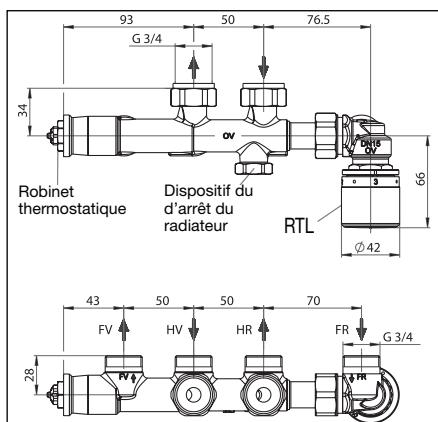
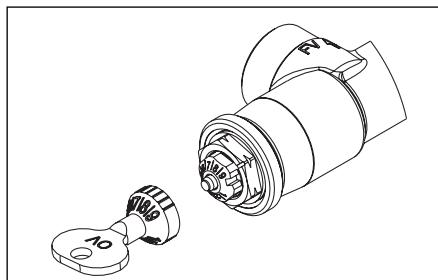

Fig. 3 Dimensions du raccord
Fig. 10 Préréglage robinet thermostatique
Monter le radiateur en respectant les dimensions de montage (fig. 3) et en tenant compte de la finition ultérieure du mur (par ex. carrelage). Couper la tuyauterie du circuit de chauffage à la longueur souhaitée. Visser le «Multiblock T-RTL» au radiateur en évitant toute contrainte mécanique (couple de 20-30 Nm) et les raccorder à la tuyauterie du circuit de chauffage à l'aide de raccords à serrage.
L'installation doit être remplie et purgée avant la mise en service. Pour cela, régler le robinet thermostatique sur la valeur maximum (préréglage '9', fig. 10).
A l'aide d'une clé plate de 13 mm ou de la clé spéciale, régler le robinet thermostatique (fig. 3) sur la valeur de préréglage calculée (fig. 10).
2. Démonter le capuchon de protection du dispositif d'arrêt du radiateur (fig. 3).
Régler le limiteur de température pour le retour (fig. 3) sur la valeur de consigne déterminée (réglage sortie d'usine: $3 \approx$ environ 30°C).